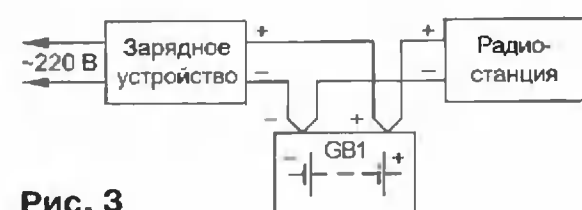

Рис. 3
Описанное зарядное устройство годится даже для питания коротковолновой радиостанции мощностью 100 Вт, потребляющей до 20 А при напряжении 13,6 В. В этом случае автомобильный аккумулятор не отключают, он выполняет функцию буферной батареи. Схема соединений показана на рис. 3. Подключать радиостанцию и аккумуляторную батарею (GB1) к выпрямителю зарядного устройства отдельными проводами ни в коем случае нельзя, так как возрастут пульсации питающего напряжения из-за конечного сопротивления проводов. При рекомендуемом же включении даже не требуется сглаживающий оксидный конденсатор. Если вы все-таки захотите его поставить, включать надо как можно ближе к разъему питания радиостанции.
**О нумерации и емкости конденсаторов на рис. 3.**